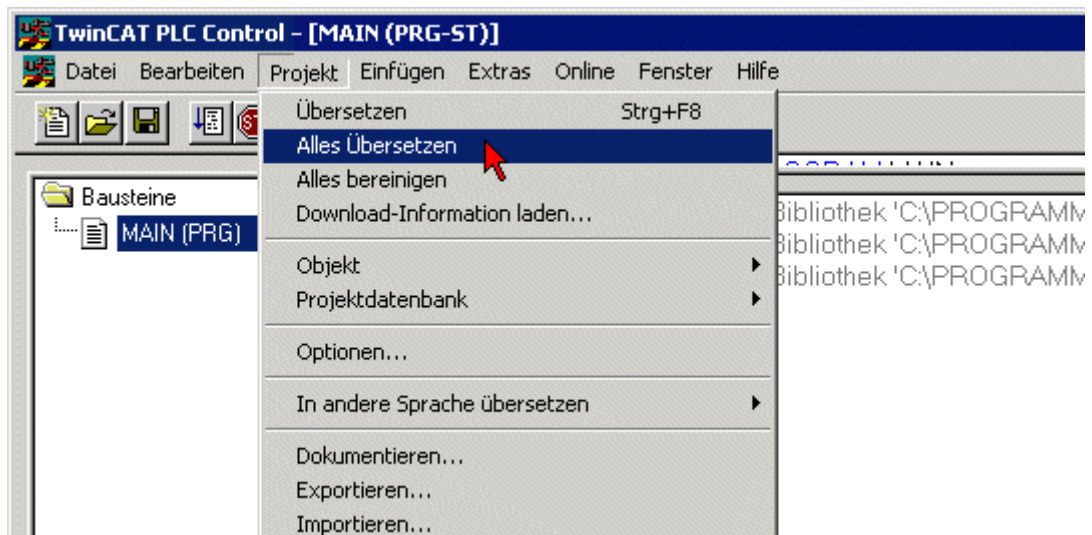

Abb. 5: Projekt übersetzen
- Im TwinCAT PLC Control unter Menü "Projekt" -> "Alles Übersetzen" das Projekt übersetzen (Abb. 5)